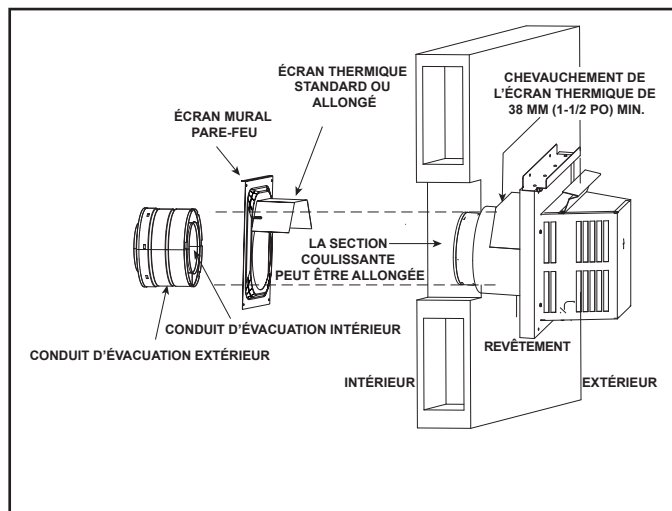

Figure 7.16 Conduit d'évacuation traversant le mur - PVI-SLP
- **NE PAS** enlever les écrans thermiques fixés à l'écran mural pare-feu et au chapeau de l'extrémité horizontale (montré à la figure 7.16).
L'écran thermique est en deux parties. L'une des parties a été fixée à l'écran mural pare-feu lors de la fabrication. L'autre partie a été fixée au chapeau de l'extrémité lors de la fabrication. Voir la figure 7.16.